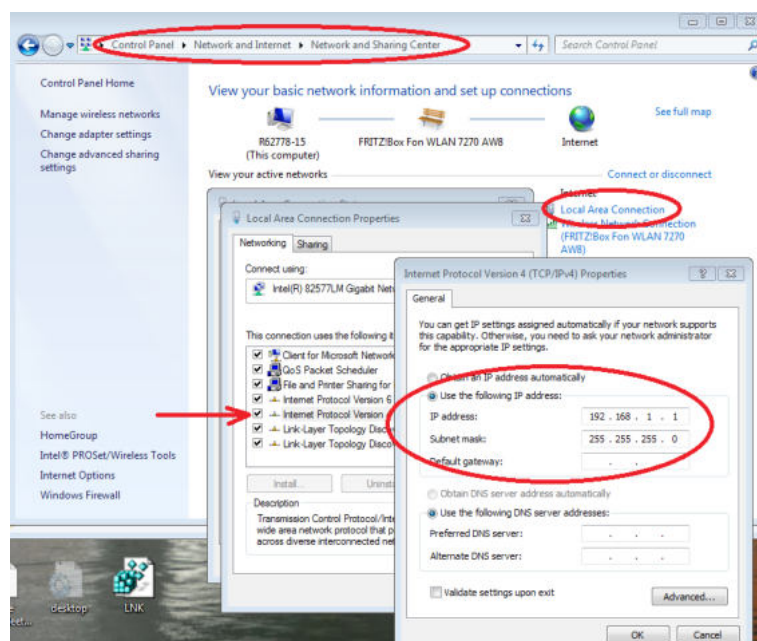

Abbildung 33: Computer-Konfiguration für eine direkte Verbindung mit der Anlage.
- Öffnen Sie am PC Systemsteuerung → Netzwerkverbindungen → LAN-Verbindung → Eigenschaften (Abb. 33).